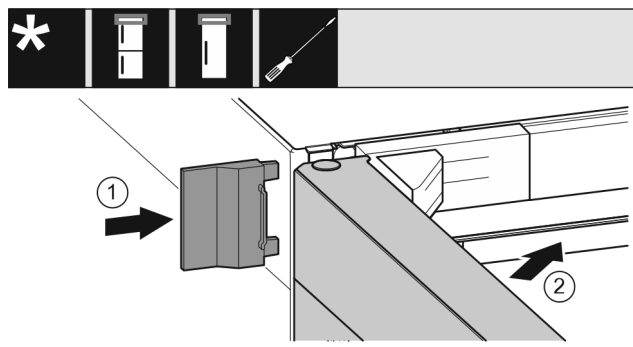

Fig. 22
- ▶ Spingere la copertura esterna. Fig. 22 (1)
- ▶ Chiudere la porta superiore. Fig. 22 (2)